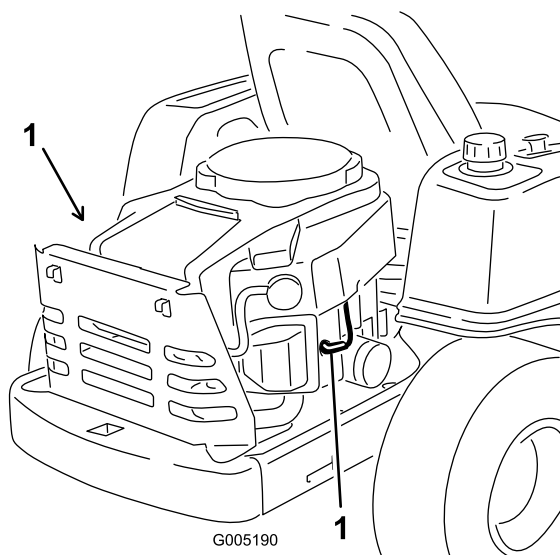

Figura 33
Togliete il cappellotto dalla candela (o candele) (Figura 33).
3. Collegate il cappellotto alla candela (Figura 33).